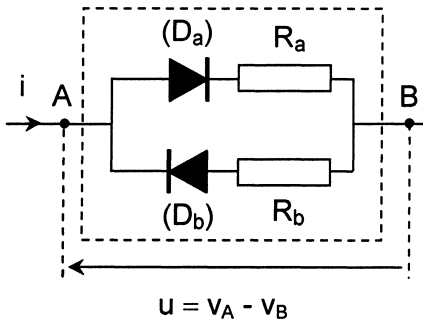

Figure 7
Considérons le dipôle (AB) représenté sur la figure 7, pour lequel (D_a) et (D_b) sont deux diodes idéales identiques.
- B3.** Montrer que les deux diodes ne peuvent pas être simultanément dans le même état. Déterminer, selon le signe de la tension u , le résistor ohmique équivalent à (AB).